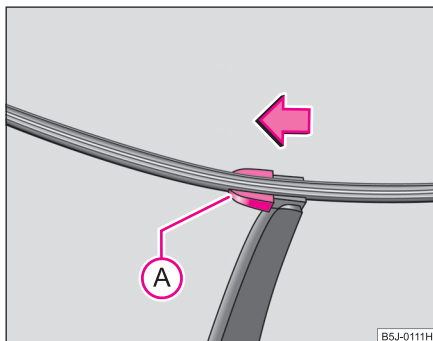

Fig. 44 Lamela ștergătorului lunetei
- Ridicați brațul ștergătorului de pe lunetă și poziționați lamela astfel încât să formeze un unghi drept cu brațul ștergătorului ⇒ fig. 44.
- Cu cealaltă mână deblocați siguranța (A) în sensul săgeții și scoateți lamela.